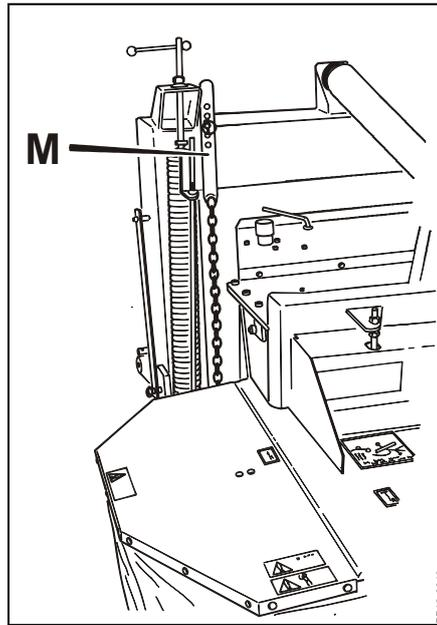

Fig. 3-9
- Fig. 3-9** 5) **Ajuste las cadenas de seguridad M** para permitir un movimiento vertical que corresponda a $1\frac{1}{2}$ eslabones de la cadena.